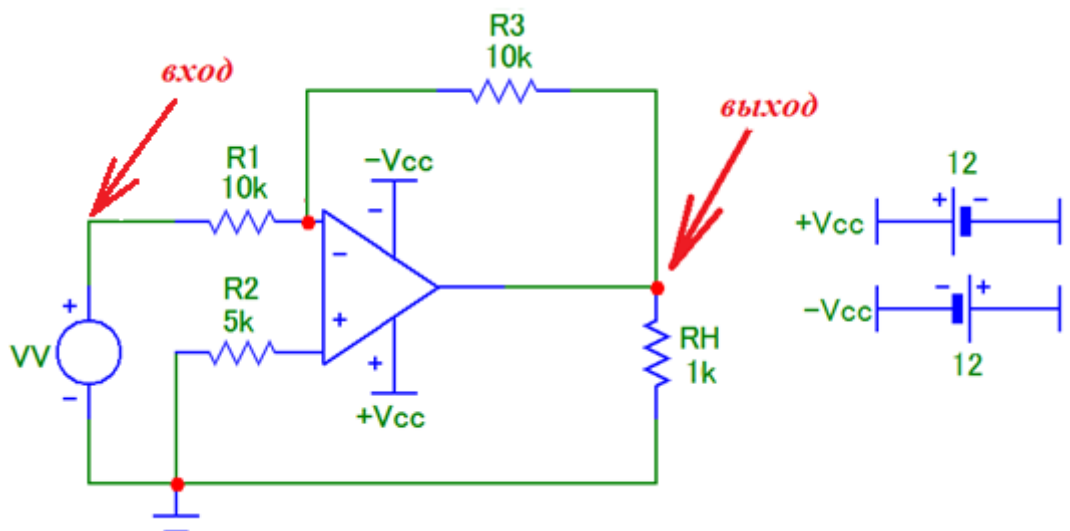

Рис.7. Схема инвертирующего усилителя
- Собрать схему инвертирующего усилителя (см. рис. 7) с коэффициентом усиления $K = -1$ (0 дБ). Параметры элементов: $R_1 = 10$ кОм, $R_2 = 10$ кОм.
2. Создать схему (рис.7).
Вход и выход данной схемы показаны на рис.7. В процессе создания схемы следует задать параметры каждого элемента.
4. Задать расположение и номиналы сопротивлений как показано на рис.7. и прочие компоненты схемы (способом, аналогичным с ЛР№1).